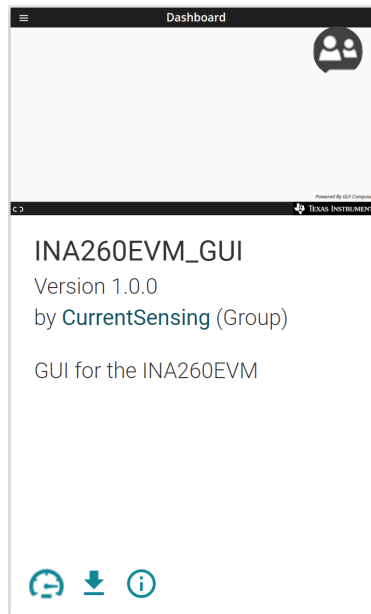

图 3-2. GUI Composer 应用程序
3. 打开 *GUI Composer* 应用程序，以从网络浏览器启动 GUI (请参阅图 3-2)。
4. （可选）要下载 GUI 以供离线使用，请点击 GUI Composer 应用程序中的  图标，然后按照提示操作（请参阅图 3-2）。